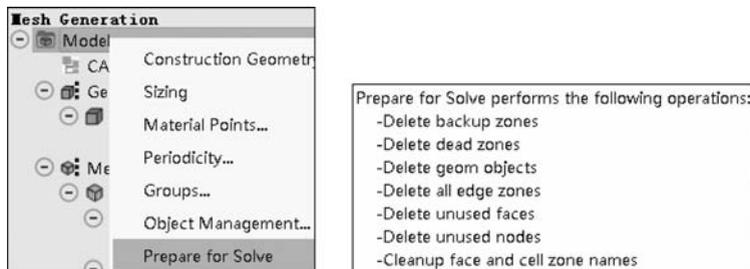

图 3.144 清理网格
(22) 至此网格划分工作已经结束。右击 Model,选择 Prepare for Solve,系统会在网格导入 Fluent 前进行清理工作,清除几何实体、死区、边线区域、未被引用的面体与节点等,如图 3.144 所示。